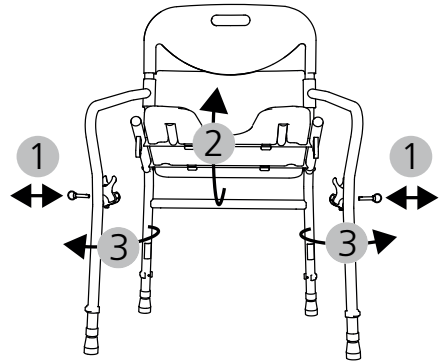

Abb. 10
1. Extraiga los pernos de bloqueo de los lados (fig. 10, 1.).
2. Ahora ya puede plegar el asiento hacia arriba (fig. 10, 2). Gire los elementos laterales ligeramente hacia fuera (fig. 10, 3) de manera que la silla pueda seguir manteniéndose en pie. Ahora ya puede bajar el asiento.
3. Por último, gire los elementos laterales hasta la parte trasera de la silla (fig. 10, 3).
3. Inserte los dos pernos de seguridad (derecho/izquierdo) a los lados hasta que encajen (fig. 10, 1).